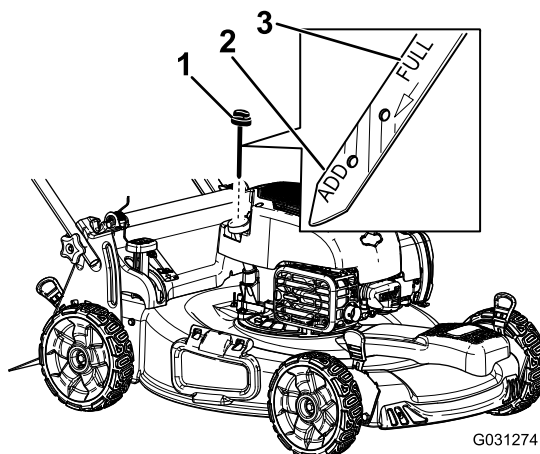

Figura 23
2. Retire la varilla (Figura 23).
4. Vierta aceite **lentamente** por el tubo de llenado hasta que el nivel de aceite llegue a la marca **Lleno** de la varilla (Figura 23). **No llene demasiado.**